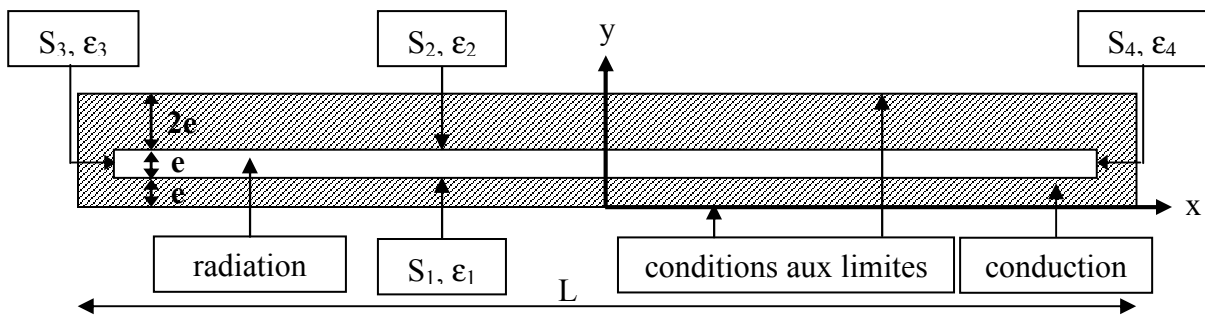

Figure 1
On considère deux cas de transfert radiatif de chaleur au sein d'une enceinte fermée (figures 1 et 2). L'enceinte est constituée de quatre surfaces S_1, S_2, S_3 et S_4 , d'émissivité respective $\epsilon_1, \epsilon_2, \epsilon_3$ et ϵ_4 . Dans les parois de l'enceinte, la chaleur est transportée par conduction. Le problème posé est un problème plan. Les données numériques sont l'épaisseur de l'enceinte $e=10$ mm (attention, l'une des épaisseurs vaut $2e$ – figure 1), la conductivité du matériau $=50$ W/(m °C), l'émissivité des surfaces rayonnantes : $\epsilon_1=0.5, \epsilon_2=\epsilon_3=\epsilon_4=0.3$ et la constante de Stefan-Boltzmann $=5.67 \cdot 10^{-8}$ W/(m² K⁴). On suppose que la base L de la structure est très grande devant l'épaisseur e .
- 1) Calculer les températures T_0, T_1 et T_2 (figure 3) dans le cas de la structure de la figure 1. Les conditions aux limites sont : un flux imposé de 10^4 W/m² sur la face inférieure et une température imposée de 20° C sur la face supérieure de la structure.